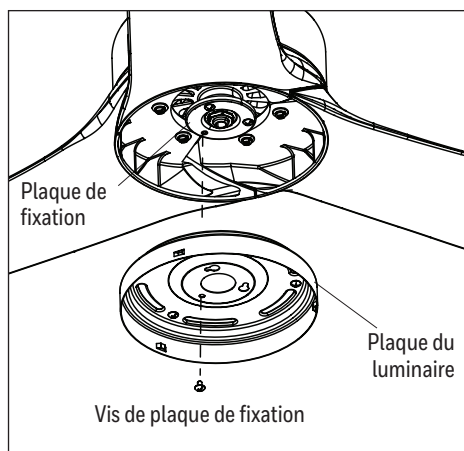

Figure 5.4
4. Alignez les deux encoches en trou de serrure de la plaque du luminaire sur les vis desserrées de la plaque de fixation. Tournez la plaque de luminaire dans le sens des aiguilles d'une montre et remplacez la vis de plaque de fixation retirée précédemment. Serrez toutes les vis (Figure 5.4).